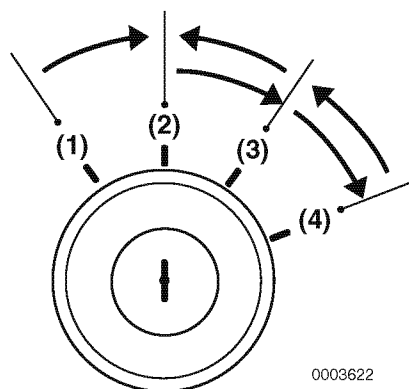

Figure 1
5. Tournez le commutateur à clé sur la position GLOW (**Figure 1, (3)**)
6. Tournez le commutateur à clé sur la position START (**Figure 1, (4)**). Relâchez le commutateur à clé lorsque le moteur a démarré.